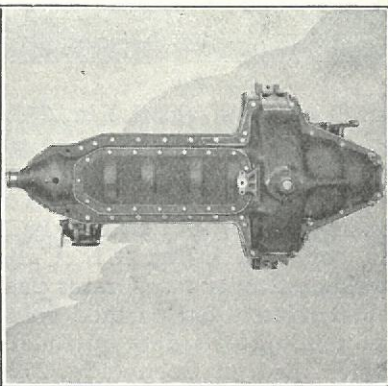

Fig. 275
- (e) Udtag de tilbageværende 27 Bolte og Møtrikker, som forbinder Gearkasse og Cylinderblok med Krumtaphus (Fig. 275).